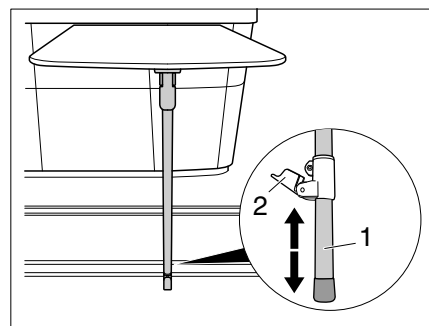

Bild 13 Höhe einstellen
- Das Innenrohr (Bild 13,1) verschieben, bis die Tischplatte waagrecht steht.
- Klemmung (Bild 13,2) nach oben drücken.